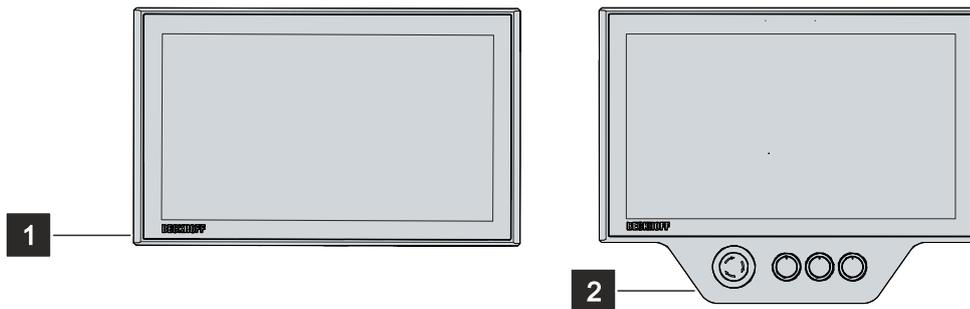

Abb. 1: CP32xx-1600_ohne und mit Tastererweiterung
Abbildung 1 stellt beispielhaft einen Panel-PC ohne (1) und mit (2) Tastererweiterung gegenüber.